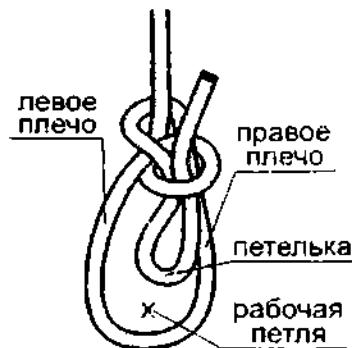

Рис. 3. Рабочая петля.
**Петля рабочая** – затягивающаяся или незатягивающаяся основная петля узла (рис. 3).
**Петелька** – ходовой конец, сложенный петлёй, у быстроразвязывающихся узлов (рис. 3).
**Плечо петли** – левая или правая сторона рабочей петли (рис. 3).